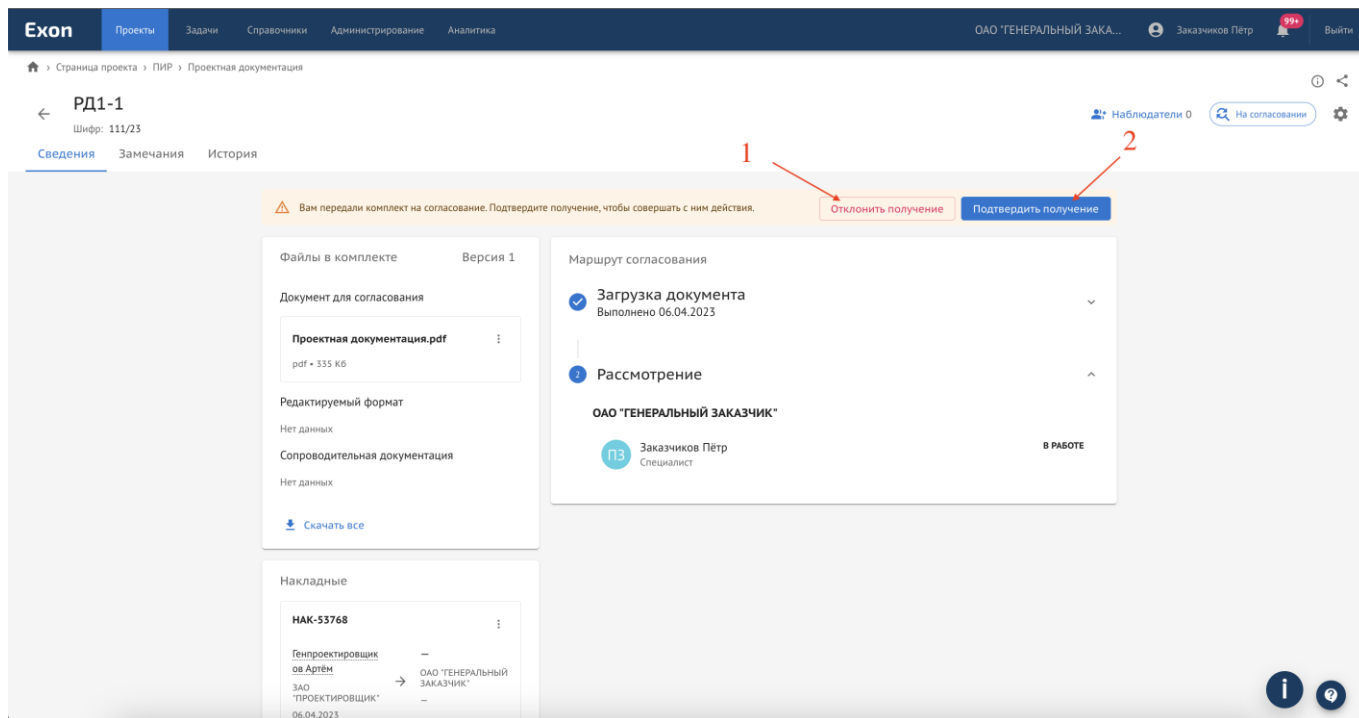

Рис. 73 - Карточка документа
Карточка документа состоит из 3-х вкладок: **Сведения, Замечания, История**. Во вкладке Сведения отображается основная информация и совершаются действия с документом. Каждый раз, при передаче документа, автоматически формируется накладная, которую можно отклонить (1) или принять, с возможностью подписания электронной подписью (2) (рис. 73).